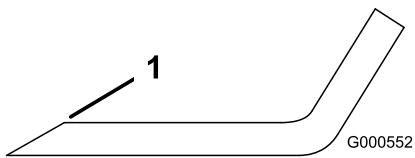
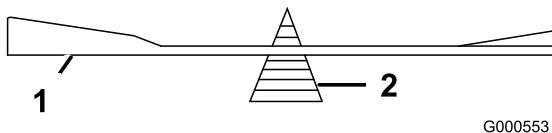

Figure 36
Figure 37
1. Au moyen d'une lime, aiguissez les tranchants aux deux extrémités de la lame (Figure 36) en veillant à conserver l'angle de coupe d'origine.
2. Vérifiez l'équilibre de la lame en la plaçant sur un équilibrage (Figure 37). Si la lame reste horizontale, elle est équilibrée et peut être utilisée. Si la lame est déséquilibrée, limez un peu l'extrémité de la partie incurvée seulement (Figure 36). Répétez la procédure jusqu'à ce que la lame soit équilibrée.